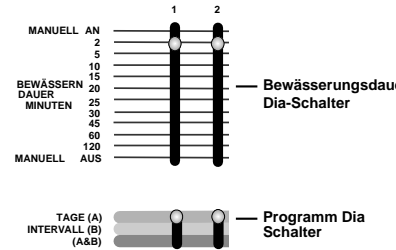

Abb. 9: Schiebeshalter
- Stellen Sie den Programm-Schiebeshalter für jede Station, die Sie Programm A oder B, bzw. A und B zuordnen wollen, ein [siehe Abb. 9].